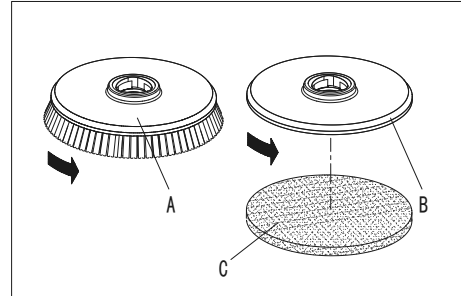

Figure 5
Installer soit la brosse (A, Figure 5) ou le support de disque (B et C, Figure 5) selon le type de sol à nettoyer.
1. Insérer la clé de contact (54) et la tourner sur "O".
2. Soulever la tête de brosse en appuyant sur la pédale (10).
3. Le cas échéant, tourner le dispositif de réglage de vitesse (56) au ralenti en le tournant dans le sens anti-horaire.
4. Placer les brosses (A, Fig. 5) ou le support de disque (B) sous la tête de brosse (21).
5. Abaisser la tête de brosse sur les brosses/les supports de disque en appuyant sur la pédale (10).
6. Tourner la clé de contact (54) sur "I".
7. Appuyer sur le commutateur de la brosse/du support de disque et du système d'aspiration (60).
8. Appuyez sur l'un des commutateurs d'entraînement de brosse/avant (50) pour engager la brosse/le support de disque, puis le relâcher. Si nécessaire, répéter la procédure jusqu'à ce que les brosses/les supports de disque sont engagés.